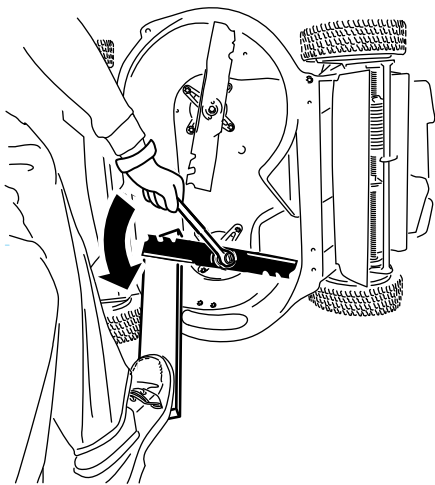

Figura 29
- Usate un blocco di legno per tenere ferma la lama e ruotatela in senso antiorario come mostrato in (Figura 29).